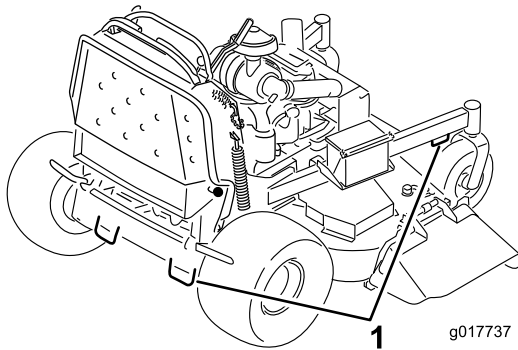

Figure 23
6. Servez-vous des points d'attache en métal de la machine pour arrimer solidement la machine sur la remorque ou le véhicule utilitaire avec des sangles, des chaînes, des câbles ou des cordes (Figure 23).